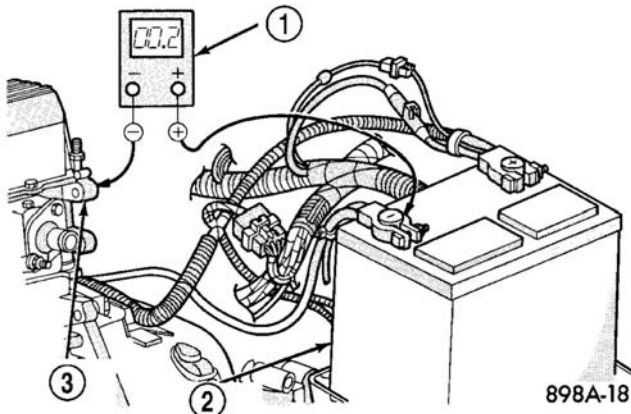

图 16 测试接地电路电阻—标准
(4) 连接电压表，测量测量蓄电池负极电缆夹和良好清洁地线(在发动机体上)之间的电压(图 16)。旋转点火开关并将其保持在[启动]位置。观察电压表。若读数高于 0.2 伏，清洁并拧紧至发动机体的蓄电池负极电缆眼孔或端子连接。重复测试。若读数仍然高于 0.2 伏，替换故障的蓄电池负极电缆。